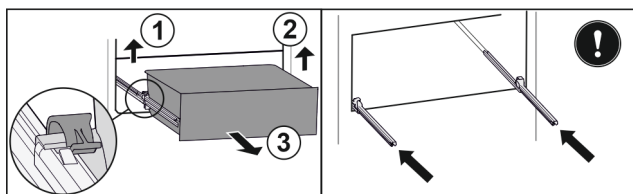

Fig. 162
- Zvedněte levou svorku a současně vytáhněte zásuvku vlevo dopředu. Fig. 162 (1)
- Zvedněte pravou svorku a současně vytáhněte zásuvku vpravo dopředu. Fig. 162 (2)
- Vyjměte zásuvku dopředu. Fig. 162 (3)